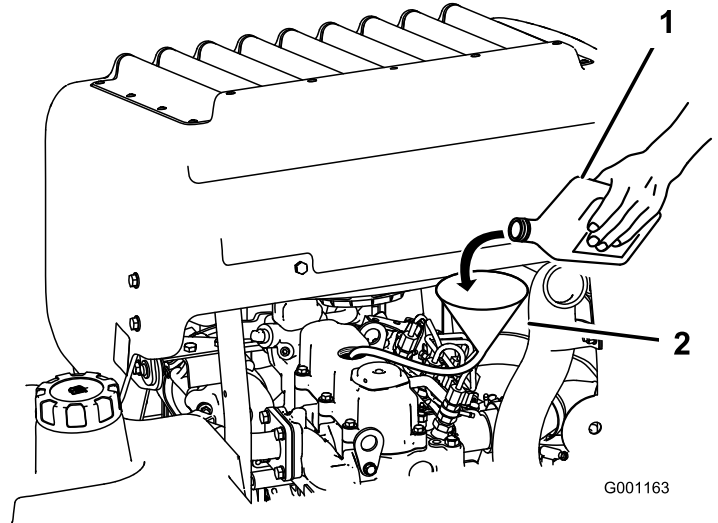

Figure 41
3. Utilisez un tuyau et un entonnoir pour faire l'appoint d'huile moteur (Figure 41).